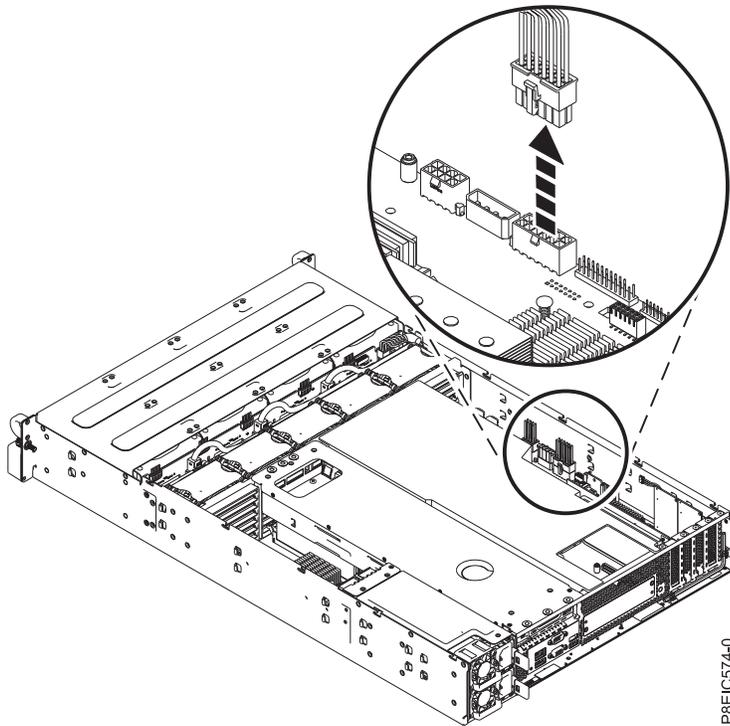

Figura 24. Desconectando o cabo de energia das unidades frontais
4. Remova o cabo de energia das unidades frontais do painel traseiro do sistema, conforme mostrado na Figura 24 na página 24. Com o polegar, pressione a trava de liberação no conector para remover o cabo.